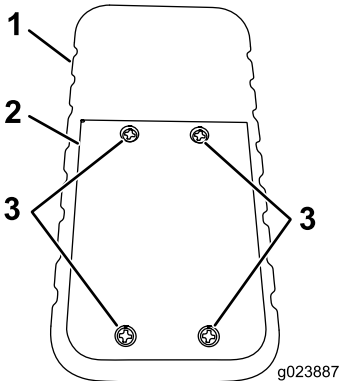

Figura 57
1. Solte os 4 parafusos de fixação da tampa do compartimento de pilhas (Figura 57).
- 1. Solte os 4 parafusos de fixação da tampa do compartimento de pilhas (Figura 57).